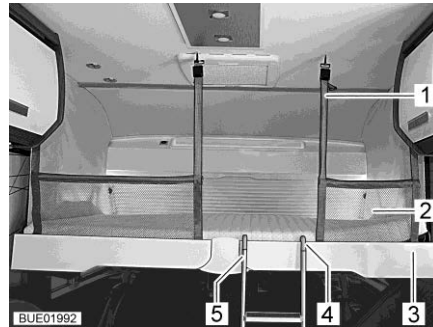

Bild 121 Höjbar säng med uppspant skyddsnet
Skyddsnet Om det finns ett skyddsnet, ligger skyddsnetet (Bild 121,2) med säkerhetsremmarna befinner sig under madrassen i den höjbara sängen. Skyddsnetet ska först monteras när personerna som ska sova där befinner sig på den höjbara sängen.
Hänga upp: ■ Haka fast säkerhetsremmarna (Bild 121,1) i krokarna i taket.
- Haka in trappstegens (Bild 121,5) två byglar (Bild 121,4) på den höjbara sängens list (Bild 121,3).